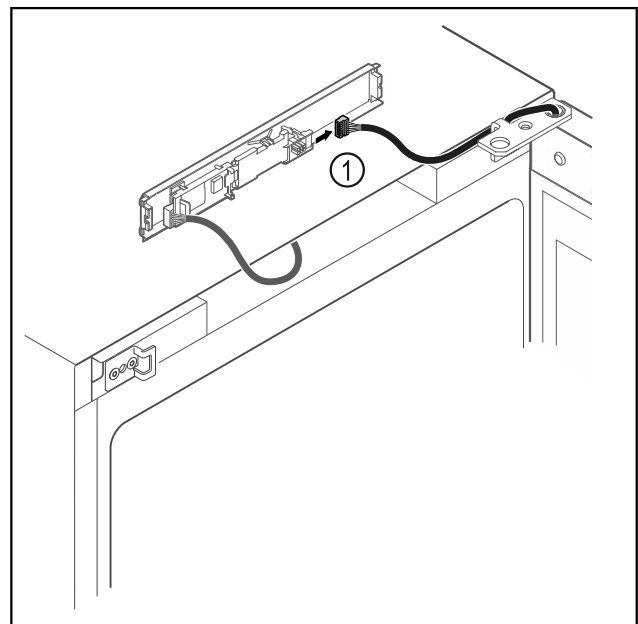

Fig. 19
- Irrota pistoke Fig. 19 (1) levystä.